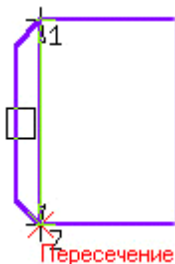

Рис. 10
24. Активизировав кнопку линейный размер (рис. 9), перейдите в поле чертежа и зафиксируйте на детали сначала первую точку ЛКМ, затем вторую, нажав ЛКМ (рис. 10), и вынесите размерную линию на необходимое расстояние от контура детали, по ГОСТу – 7-10 мм от контура детали.